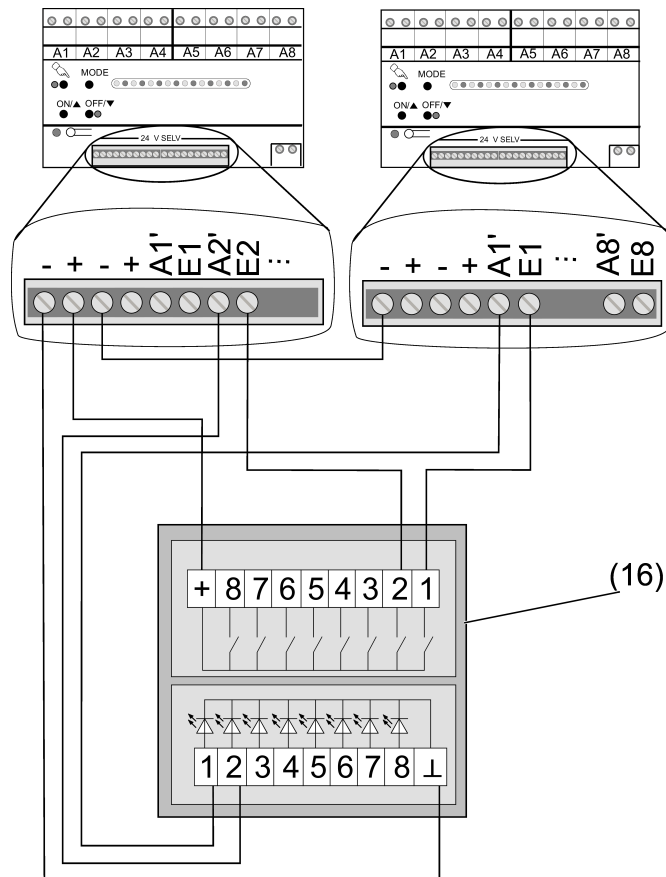

Bild 8: Anschlussbeispiel mit einem Tastsensor 24 V an zwei Relaisstationen
- Tastsensor 24 V gemäß Anschlussbeispiel anschließen. Hier schaltet Kanal 1 des Tastsensors 24 V Lastausgang A1 der rechten Relaisstation und Kanal 2 Lastausgang A2 der linken Relaisstation (siehe Bild 8).